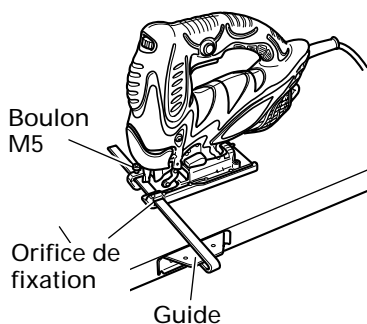

Fig. 12
- (3) Fixer le guide en le faisant passer dans l'orifice de fixation de la base et serrer le boulon M5. (Fig. 12)
- (4) Régler la position orbitale sur "0".